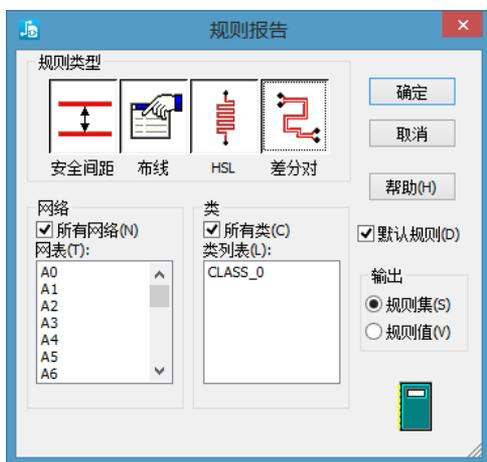

图 4-21 “规则报告”对话框
(1) 执行“设置”“设计规则”命令，系统会弹出“规则”对话框。
(2) 单击“报告”按钮，系统会打开“规则报告”对话框，如图 4-21 所示。通过该对话框，就可以设置报告输出的内容。